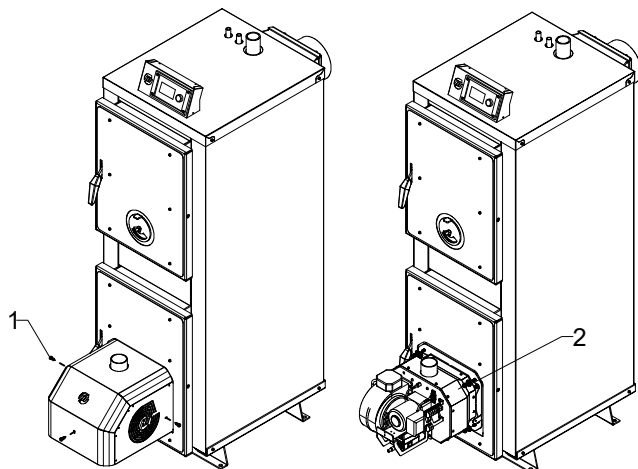

RYS.7
UWAGA: W CELU OTWARCIA DRZWI KOTŁA, W PRZYPADKU UMIEJSCOWIENIA ZBIORNIKA PO LEWEJ STRONIE, NALEŻY UPRIEDNIO ODKRĘCIĆ OPASKĘ ZACISKOWĄ (7) I ZSUNĄĆ RURĘ ELASTYCZNĄ Z PALNIKA (RYS. 7)